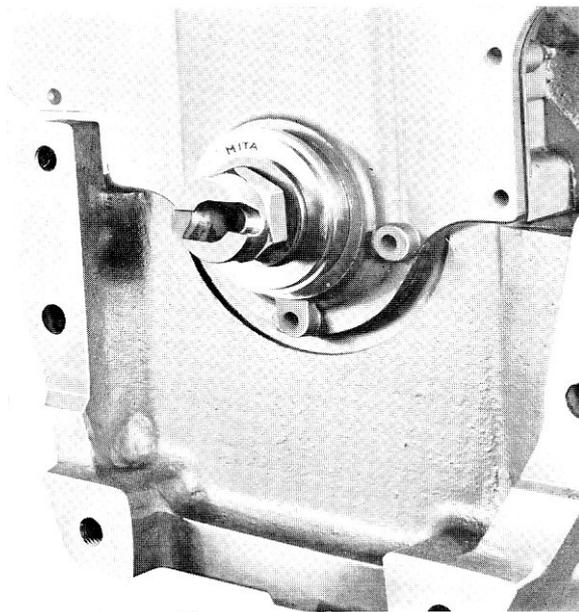

Fig. 21
- 4° Centrer le couvercle de distribution sur le vilebrequin à l'aide de l'outil MITA (fig. 21) ; mettre en place les vis de fixation du carter et les serrer.